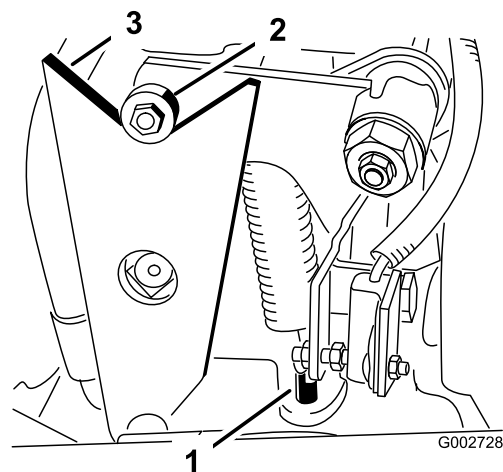

図 42
- ・ 回転方向が正しければ、エンジンを停止し、スプリング調整ピンのロックナットの調整を行う(図 42)。走行ドライブのニュートラル調整を行う；「走行ドライブのニュートラル調整」を参照のこと。